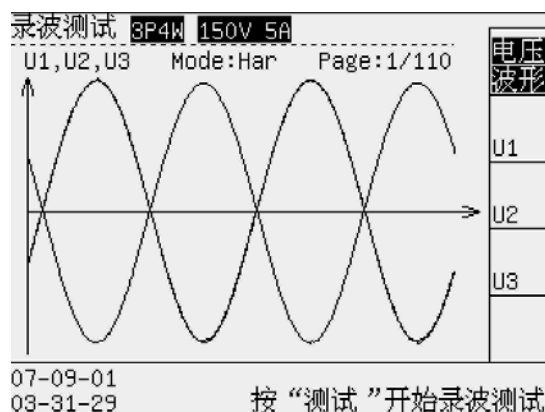

图 13-1 录波测试
3.1 录波测试显示见屏幕（图 13-1）
3.2 录波测试屏幕（见图 13-1）